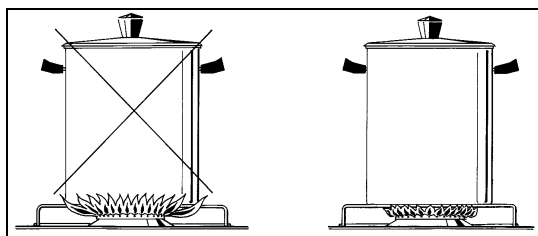

Fig. 24
- Utilizzare per ciascun bruciatore pentole adeguate (vedi tab. n° 5 e Fig. 24).